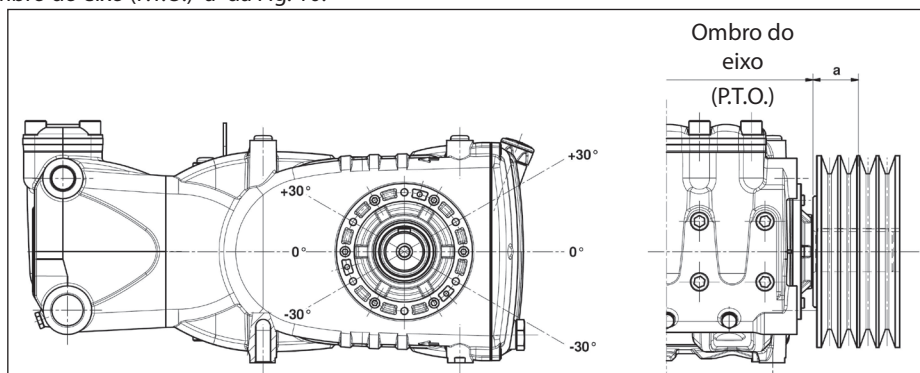

Fig. 10
A carga radial sobre o eixo não deve ser superior a 7500 N (valor necessário para a definição do layout). A transmissão é considerada adequada, se tal carga é aplicada a uma distância máxima de **a=40 mm** do ombro do eixo (P.T.O) conforme indicado na Fig. 10.
- b) Use correias de alto rendimento - por exemplo **XPB** ao invés de **SPB** - pois resultará necessário uma quantidade inferior de correias com a mesma potência transmitida e uma conseqüente distância inferior do resultante em relação ao ombro do eixo (P.T.O.) "a" da Fig. 10.